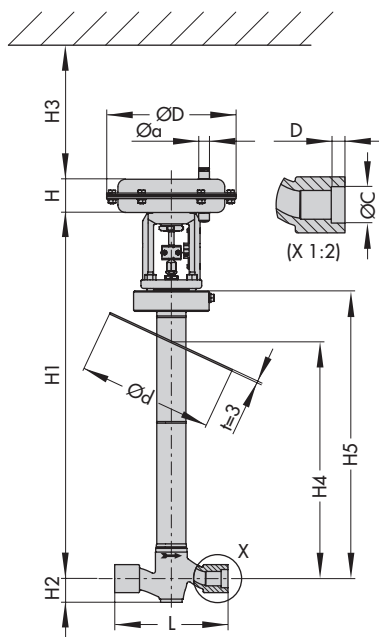

Fig. 6 · Valvola a via diritta Tipo 3248-1
**Tabella 5b · Valvola Tipo 3248 in acciaio inox, Long pattern, Class 150 bis 300 (fig. 6)**
**Tabella 5c · Valvola Tipo 3248 in acciaio inox, Long pattern, Class 600 (fig. 6)**